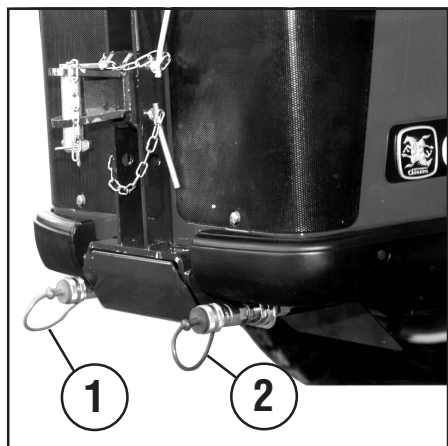

Fig. 36
Maskinen kan ved forespørgsel udstyres med hydrauliske stik (fig. 36 - 37) til kobling af forskelligt redskab:
- fire dobbeltvirkende stik: to forrest (1-2 fig. 36) og to bagest (3-4 fig. 37).